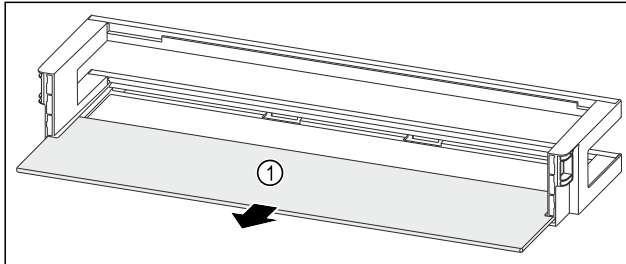

Fig. 87 Odkladací priestor vo dverách s odkladacou plochou
- ▶ Odoberte odkladaciu plochu Fig. 87 (1).